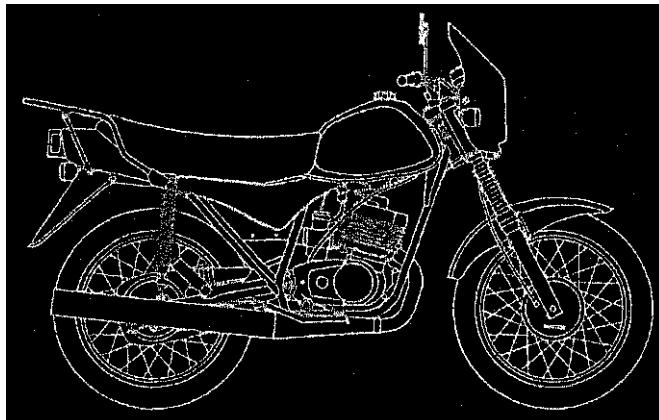

Рис.1. Мотоцикл ММВЗ-3.1135 «Лидер»
1.1. Мотоцикл ММВЗ-3.1135 «Лидер» (рис. 1), предназначен для эксплуатации в качестве индивидуального транспортного средства для передвижения по дорогам с различным покрытием и без него под нагрузкой массой водителя, а на дорогах с твердым покрытием под нагрузкой массой водителя и пассажира, в климатической зоне с умеренным климатом (исполнение У, категории 1 ГОСТ 15150-69).